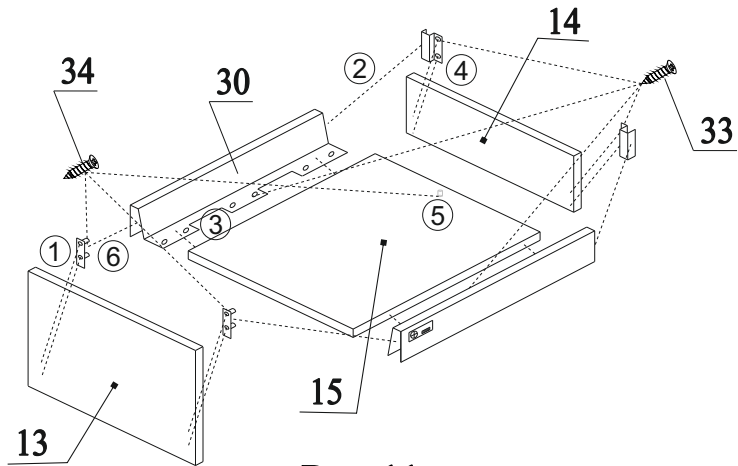

Рис.11
20. Привернуть к детали 13 шурупами 34 держатели боковин из комплекта 30 (1). Соединить боковины и держатели задней стенки из комплекта 30 (2). Соединить деталь 15 с боковинами, закрутить шурупы 33 (3). Прикрутить деталь 14 шурупами 33 к держателям задней стенки (4). Прикрутить деталь 15 к детали 14 шурупом 34 (5). Соединить боковины и деталь 13 (6). Более подробная инструкция находится в комплекте 30 (рис.11);